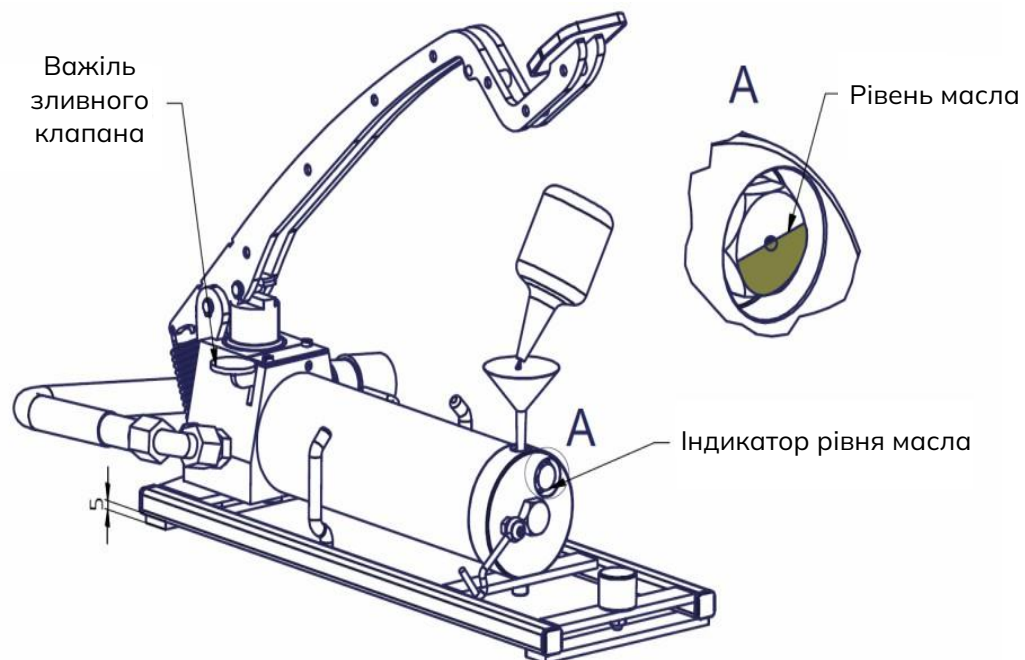

Рис. 4. Доливання масла
- Долейте масло до рівня, зазначеного на рис. 4.
- Неодноразово натисніть педаль насоса, потім натисніть важіль зливного клапана. Долейте масло до рівня, зазначеного на рис. 4.